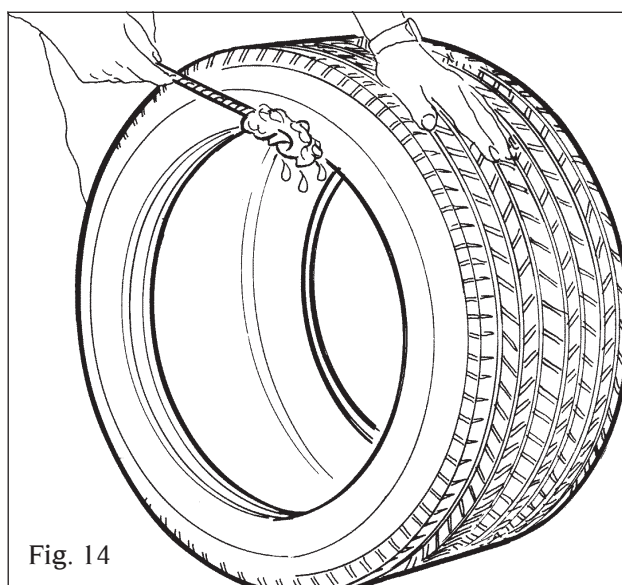

Fig. 14
- Avant de remonter le pneu, graisser abondamment toute la circonférence des deux talons, en utilisant de la graisse pour caoutchouc agréée par le fabricant du pneu (Fig. 14).